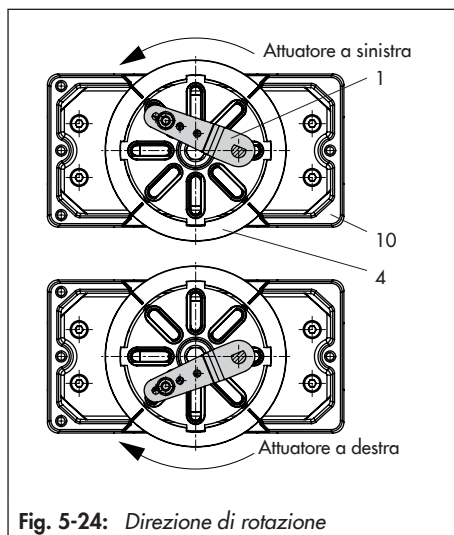

Fig. 5-24: Direzione di rotazione
6. Sulla leva M (1) del posizionario svitare lo stilo standard (2). Avvitare lo stilo ( $\varnothing$  5 mm) del kit di montaggio nella posizione a  $90^\circ$ .
7. Se necessario, montare il supporto del manometro (7) con manometri o con la filettatura di collegamento richiesta G  $\frac{1}{4}$  la piastra di connessione (6), fare attenzione che i due anelli di tenuta (6.1) siano correttamente in sede. Con attuatori rotativi a doppio effetto senza molla è richiesto un amplificatore invertitore per il montaggio sull'attuatore, vedere cap. 5.6.7.
8. Collocare il posizionario sull'alloggiamento (10) e avvitare saldamente. Allineare la leva (1) in modo che si innesti con il relativo stilo nella fessura corrispondente, tenendo conto del senso di rotazione dell'attuatore (Fig. 5-24).